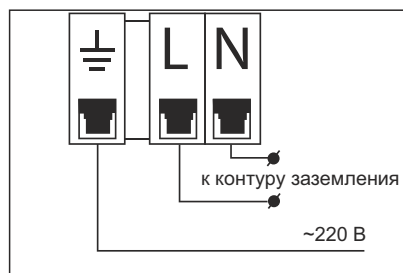

Рис. 6
- Соедините провода электрического кабеля с соединительной колодкой в соответствии с маркировкой на приборе (см. рис.6);